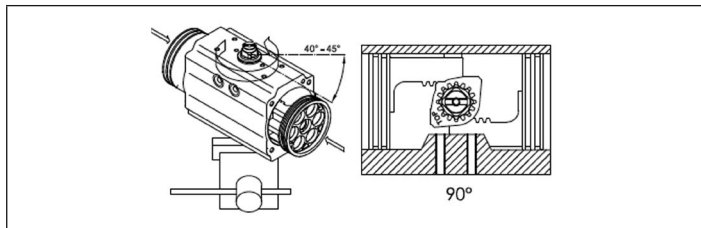

Bild 14: Gehäuse im Uhrzeigersinn drehen
- Bei Standarddrehrichtungsmontage Ausführung ST (im Uhrzeigersinn schließend) das Gehäuse (Pos. 50) um 40-45° im Uhrzeigersinn drehen (siehe *Bild 14*);